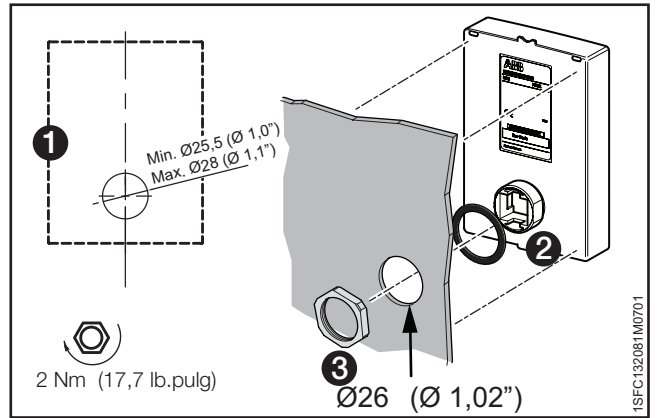

Figura 4.9
1. Para extraer la interfaz de usuario móvil del arrancador suave, suelte la lengüeta de plástico que tiene debajo. Consulte **1** y **2** en la **Figura 4.9**.
2. Taladre un agujero donde quiera instalar la interfaz de usuario móvil. El orificio debe tener un tamaño máximo de $\varnothing 26$ mm ($\varnothing 1,02$ "). Consulte **1** en la **Figura 4.9**. Coloque la junta de goma alrededor del conector roscado de red de la interfaz de usuario móvil. Consulte **2** en la **Figura 4.9**. Empuje el conector roscado de red a través del orificio. Consulte **3** en la **Figura 4.9**. Apriete la tuerca de plástico del conector roscado de red a 2 Nm (17,7 lib./pulg.).